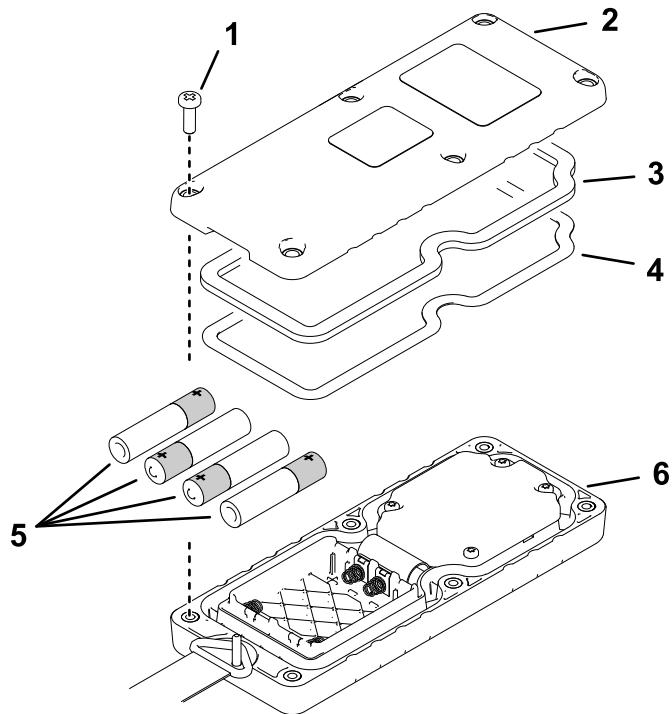

Figura 6
- Inserte cada pila nueva en su alojamiento observando la polaridad correcta (Figura 6).
3. Asegúrese de que la junta de acero y la junta de goma están asentadas en la ranura del control remoto, y coloque la tapa trasera (Figura 6).
4. Sujete la cubierta con 6 tornillos (Figura 6) y apriételos a 1.5 – 1.7 N·m (13 – 15 pulgadas-libra).